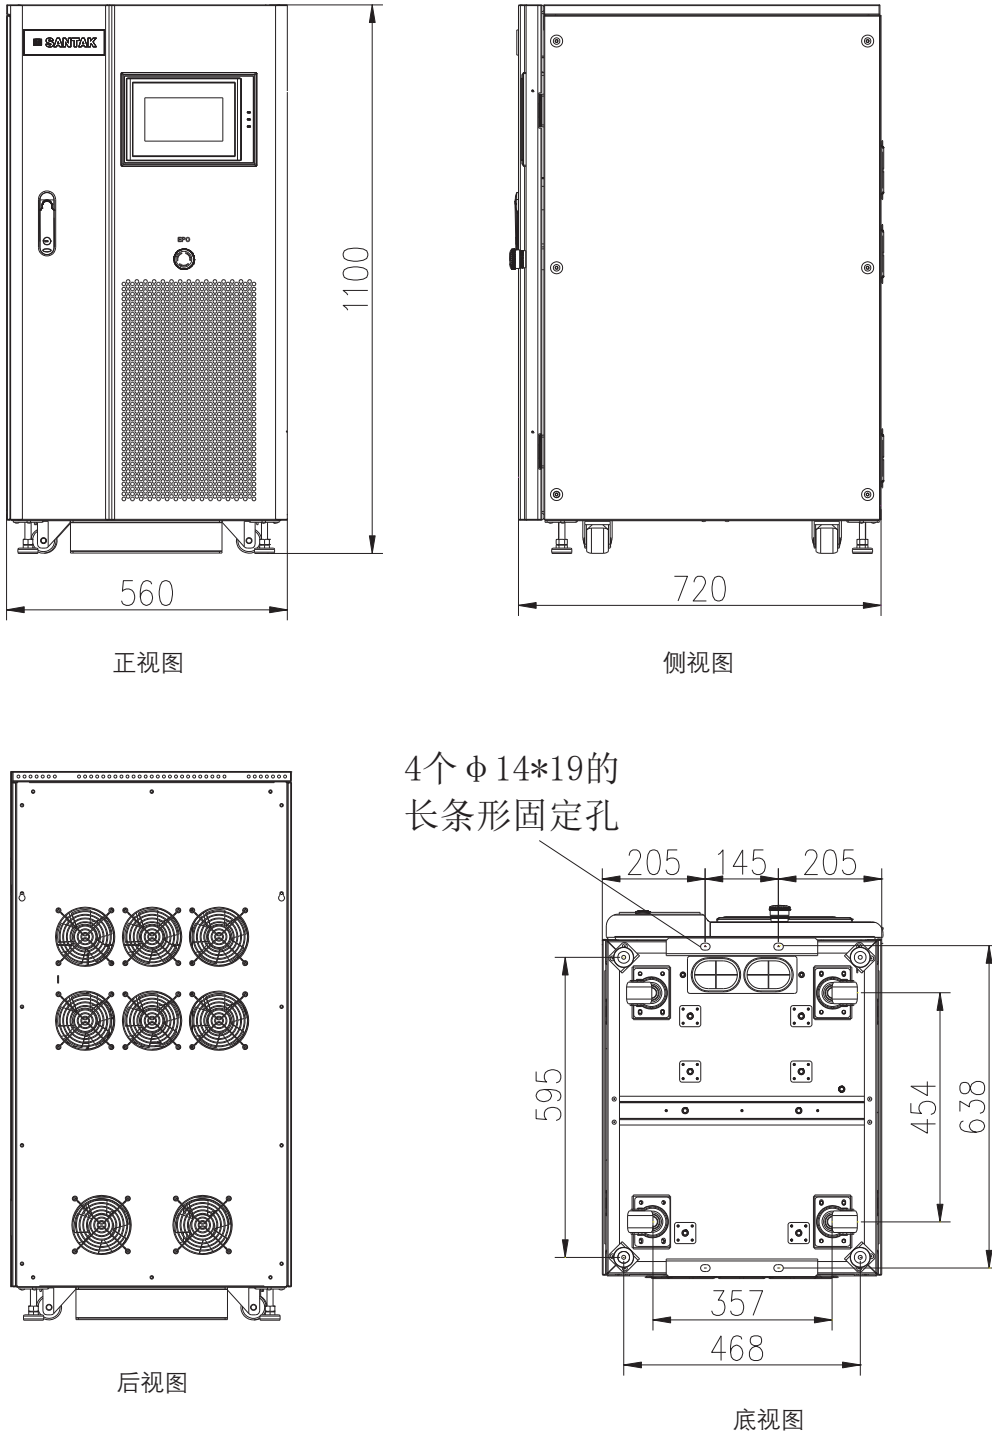

图3-3： 10kVA-20kVA UPS (6P、6P+5TH) 正/侧/后/底视图
- UPS 设备运行的环境必须满足表 3-1 的重量要求和图 3-3 至图 3-12 的尺寸要求。